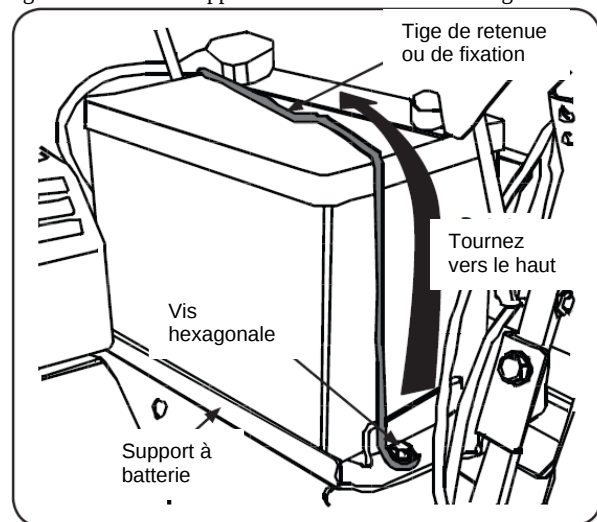

Figure 7-1
2. Enlevez la vis hexagonale qui sécurise le côté de gauche de la tige de fixation du support à batterie. Consultez la Fig. 7-1.